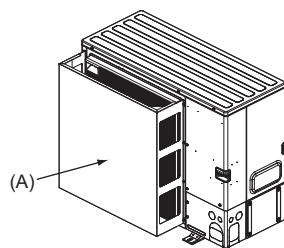

Fig. 2-5
- (2) Monter en beskyttende luftkanal (ekstrautstyr) hvis enheten monteres på et sted der sterk vind fra en orkan osv. kan komme direkte inn i luftutløpet. (Fig. 2-5)